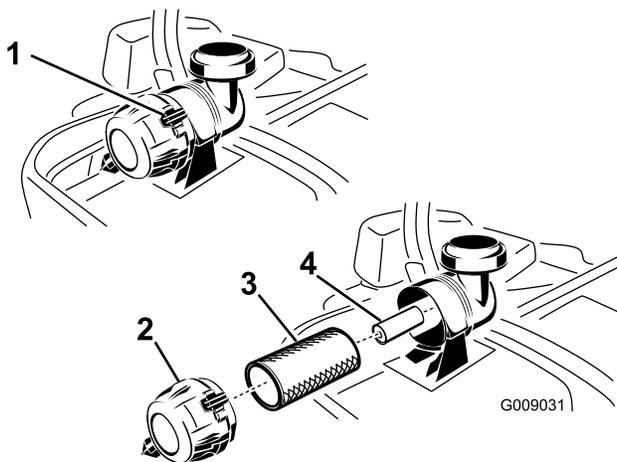

Figure 41
3. Appuyez sur les attaches du filtre à air pour les ouvrir et détachez le couvercle du corps du filtre à air (Figure 41).
5. Sortez le préfiltre du corps du filtre avec précaution (Figure 41). Évitez de cogner l'élément à l'intérieur du corps.
1. Ne nettoyez pas l'élément en papier ; remplacez-le (Figure 41).
2. Si vous remplacez l'élément secondaire, insérez-le avec précaution dans le corps du filtre (Figure 41).
3. Glissez ensuite le préfiltre sur l'élément secondaire avec précaution (Figure 41). Assurez-vous qu'il est bien engagé en appuyant sur le rebord extérieur.
4. Montez le couvercle, renflard en bas, et tournez-le pour que les attaches verrouillent le couvercle en place (Figure 41).